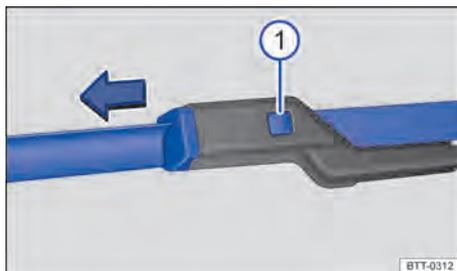

Fig. 161 Substituir as palhetas dos limpadores do para-brisa.
- Manter o botão de destravamento → Fig. 161 ① pressionado e, ao mesmo tempo, retirar a palheta do limpador do para-brisa no sentido da seta.